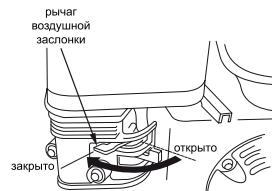

Рис. 7
7. Перевести рычаг воздушной заслонки в следующее положение (см. рис. 7):